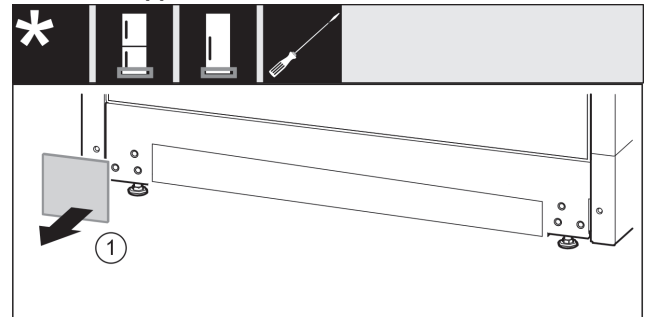

Fig. 17
- ▶ Retirer le cache Fig. 17 (1).